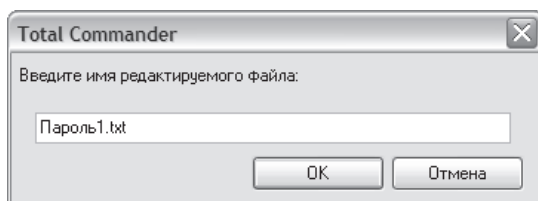

Рис. 11.1
1.2. Сохраните его под именем Пароль1.txt (рис. 11.1).